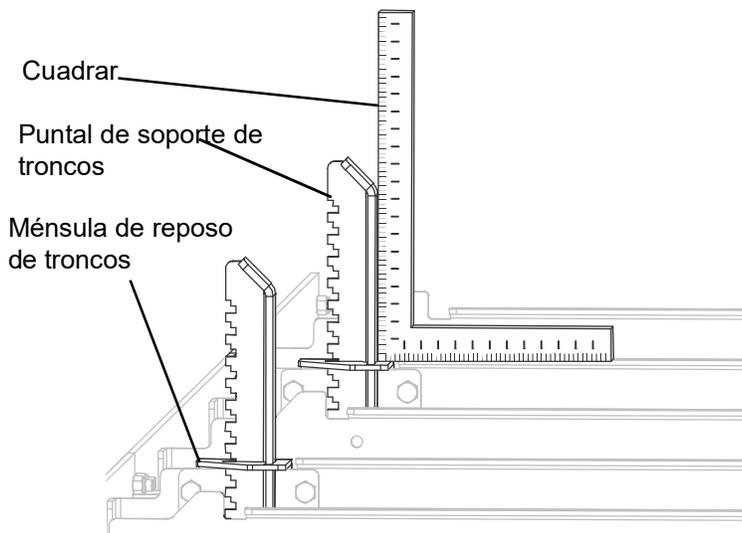

FIG. 3-7
4. Cuando la bancada esté nivelada, alinee los puntales de soporte de troncos. Apriete los tornillos de las ménsulas de reposo de troncos. (Vea FIG. 3-7)